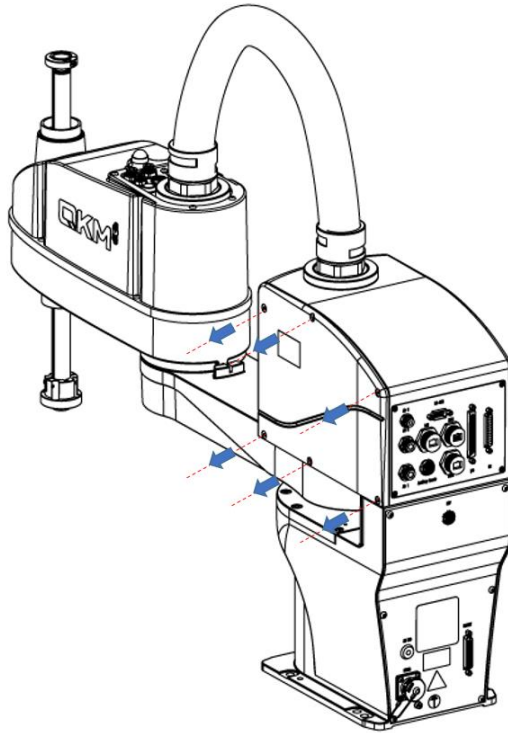

图 4-6 侧门板拆卸示意图
**步骤1** 使用 3 号扳手拆卸机器人上控制柜侧门板上的螺钉，如图 4-6 所示。